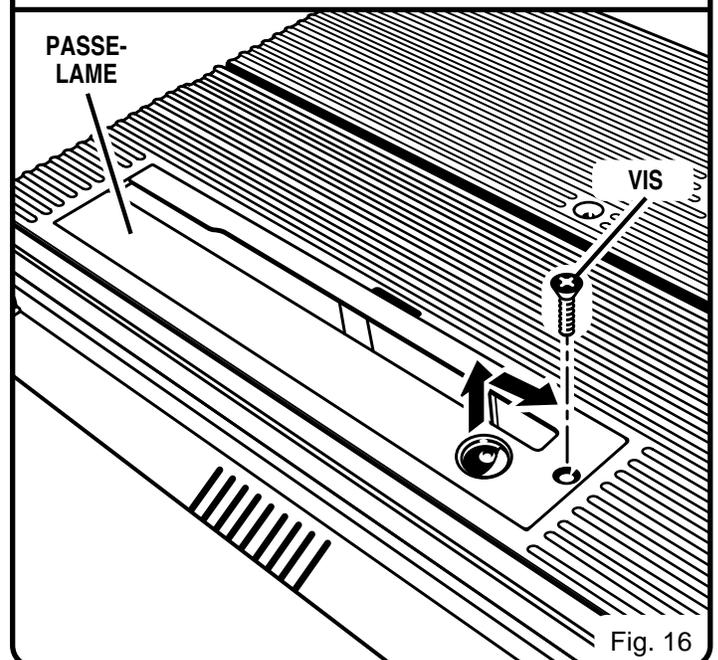

Fig. 16
- Pour vérifier la lame, enlevez d'abord les trois vis qui retiennent le passe-lame. Retirez le passe-lame. Voir figures 16 et 17.